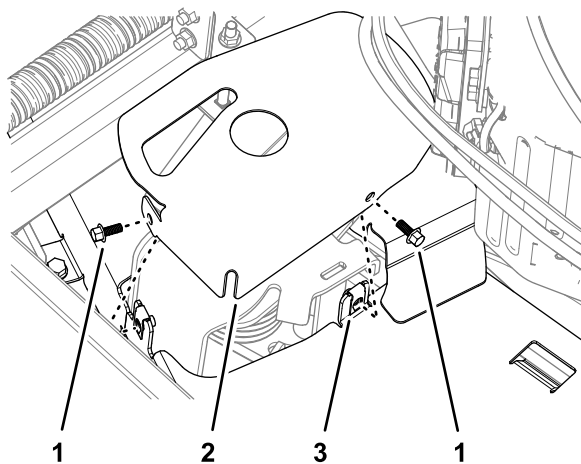

Figuur 33
3. Kantel het motorscherm naar achteren zoals afgebeeld in Figuur 33.